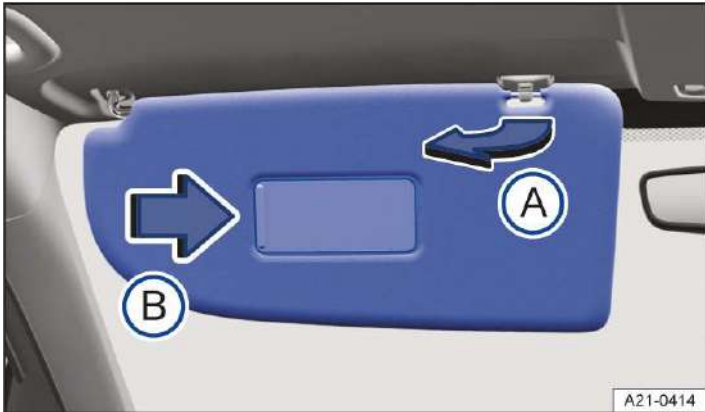

Abb. 1 Im Dachhimmel vorn: Sonnenblende.
2. Aus der Halterung herausziehen und zur Tür schwenken → Abb. 1 (A).
1. Abdeckung in Pfeilrichtung aufschieben → Abb. 1 (B).